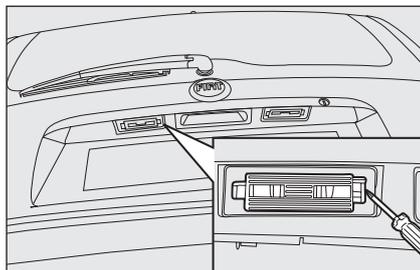

fig. 35
- agir sur le ressort de retenue à l'aide d'un tournevis, comme indiqué dans le fig. 35;